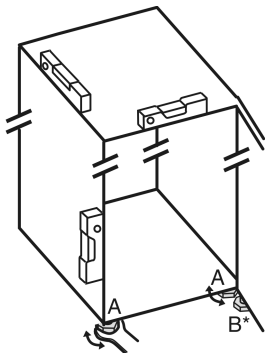

Fig. 5
- ▶ Seřizovací nožky Fig. 5 (A) vyšroubujte pomocí přiloženého vidlicového klíče a pomocí vodováhy, dokud nebude spotřebič pevně vyrovnáný.
- ▶ Seřizovací nožku Fig. 5 (B) na stojanu ložiska vytáchejte pomocí přiloženého vidlicového klíče, až dosedne na zem.
- ▶ Seřizovací nožku Fig. 5 (B) otáčejte dál o 90°.